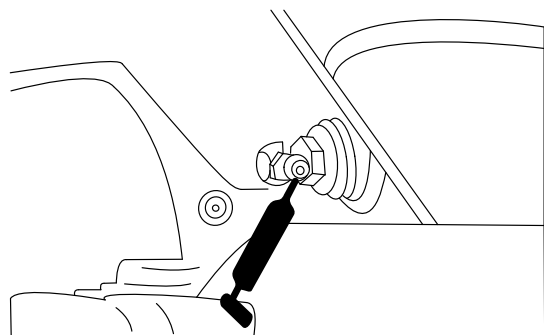

Figura 47
- Perno del ponte posteriore (Figura 47).